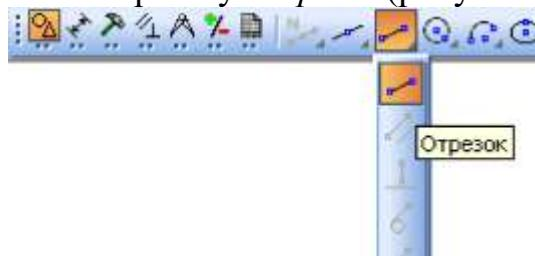

Рисунок 2.5 –Выбор инструмента Отрезок
2. Активизируйте пиктограмму *Отрезок*(рисунок 2.5).